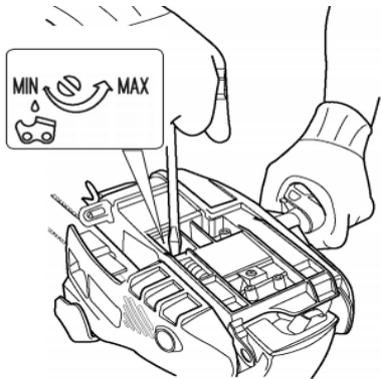

Fig.30
- 2) Lorsque c'est nécessaire, réglez le débit d'huile pour la lubrification de la chaîne en tournant la vis de réglage du graisseur située en dessous de la tronçonneuse à l'aide d'un tournevis. (Fig.30) Augmentez le débit d'huile en tournant la vis de réglage de la pompe à huile dans le sens inverse des aiguilles d'une montre.